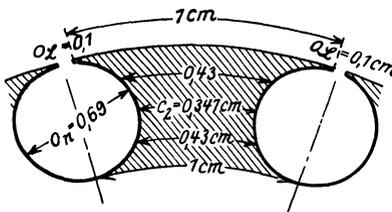

Abb. 259. Läufernuten zu Aufgabe 325.
nebeneinanderliegende Läuferfalten im Schnitt auf (Abb. 259), entnehme dieser Abbildung die eingezeichneten Längen (1, 0,43, 0,34, 0,43 und 1 cm) und berechne für die hierzu gehörenden Querschnitte \mathfrak{B}_z aus (144). Man erhält: